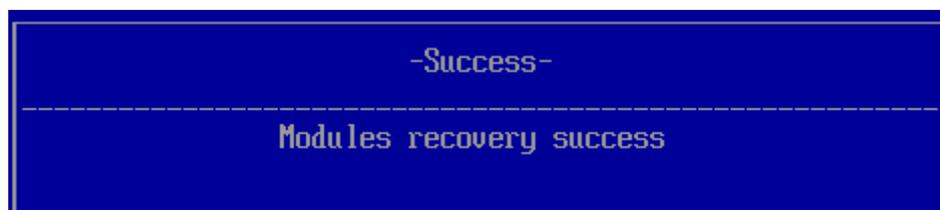

Рисунок 1.5 – Сообщение об успешном восстановлении модулей ПО изделия
1.1.7 После завершения процедуры восстановления модулей ПО изделия на экран ЭВМ будет выведено сообщение об успешности восстановления модулей (рисунок 1.5).